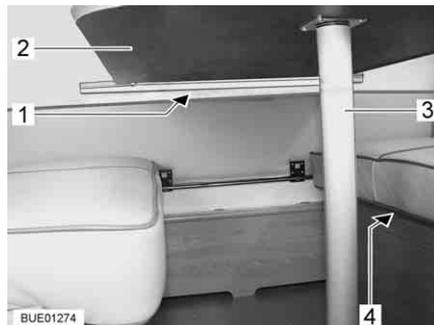
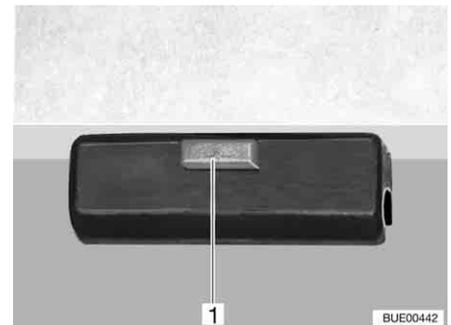

Bild 78 Hängetisch mit wechselbarem Tischfuß
Bild 79 Verriegelung
- Tischplatte (Bild 78,2) vorn leicht anheben.
- Tischfuß (Bild 78,3) abschrauben und beiseite legen.
- An der Verriegelung (Bild 78,1) den Entriegelungsknopf (Bild 79,1) drücken.
- Tischplatte in die Aufnahmen (Bild 78,4) an den Sitzbänken legen.